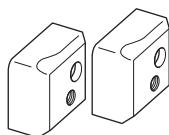

Fig. 57
4. Cortadora (Fig. 57) (Nº de código 319706)